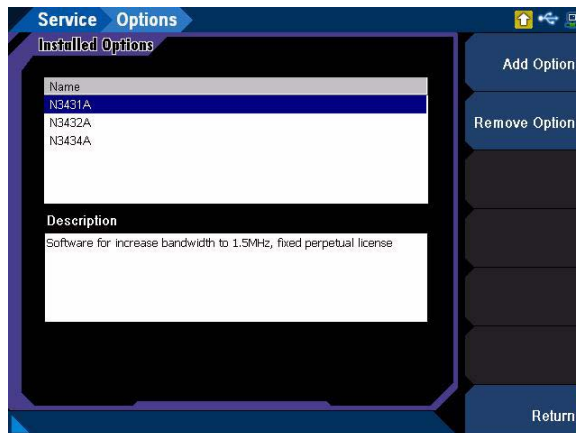

図 1-9 System > Service > Options メニュー・ページ
- 3 [Service] メニュー・ページで [Options] ソフトキーを押します。図 1-9 に示すように、[Options] メニュー・ページが表示されます。
- 2 **[Remove option]** ソフトキーを押して、U8903B オプションを削除します（**図 1-9** を参照）。